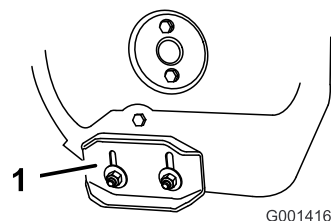

Figura 41
3. Allentate i dadi che fissano entrambe le slitte ai lati della coclea, finché le slitte non scorrono liberamente verso l'alto ed il basso (Figura 41).